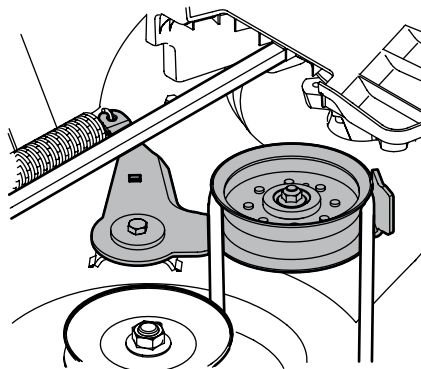

Figura 4-3
8. Desde el lado derecho del tractor, inserte una llave de trinquete de $\frac{3}{8}$ ", regulada para *ajustar*, en el orificio cuadrado del la polea loca. Vea la Figura 4-3.
9. Pivote la llave hacia adelante para mover la polea de transmisión de la plataforma hacia adelante. Vea la Figura 4-3.